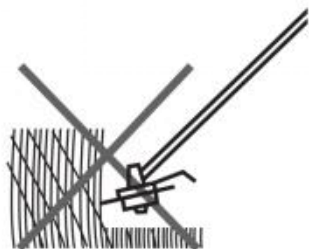

Fig. 46
7. Taillez l'herbe plus haute par étapes ; ne coupez pas l'herbe longue en une seule coupe (Fig. 46).